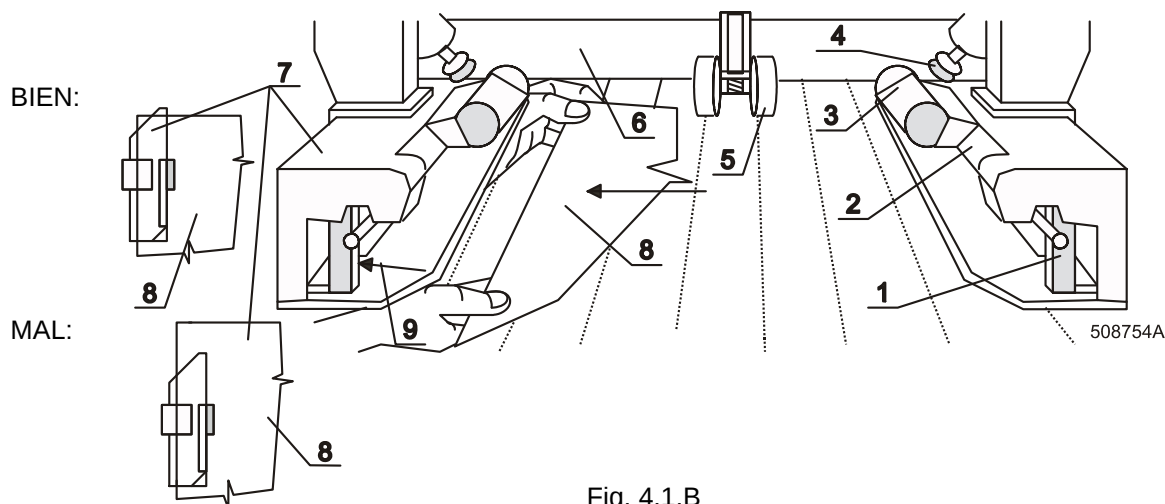

Fig. 4.1.B
Si la máquina está preparada para la introducción de la ropa, el botón verde Fig. 4.1.A está encendido. Introduzca las puntas de los cantos de la ropa, Fig. 4.1.B, pos. 8 en los sujetadores (7) de tal manera que el canto delantero de la ropa no sobrepase la arista trasera de los sujetadores (7) y a la vez, con el la ropa ha desplazado la chaveta (1) en el sentido de la flecha indicadora (9) - y así las abrazaderas (2) apretarán la ropa. Luego pulse el botón 4, Fig. 4.1.A. Los sujetadores (7) la ropa extenderán por medio de los cepillos móviles y poleas de contrapresión (5).
SI EL BOTÓN VERDE (FIG. 4.1.A, POS.4) NO ESTÁ ENCENDIDO O NO CENTELLEA, NO TOQUE EN EL ESPACIO DE ALREDEDOR DE LOS SUJETADORES (FIG. 4.1.B, POS. 7).
En caso de pulsar el botón, Fig. 4.1.A, pos. 4, sin que estuviera la ropa en los sujetadores, entonces espere, hasta que los sujetadores vuelvan a su posición inicial.
Mediante el botón "O" es posible seleccionar la introducción de la ropa automática o hecha a mano. Al seleccionar el doblamiento hecho a mano, los sujetadores llegarán a las posiciones finales y el botón, Fig. 4.1.A, pos. 4 se apagará - la máquina está preparada para la introducción hecha a mano.
- Sin embargo, si la ropa ya estuviera cogida dentro de la máquina, entonces es posible parar la máquina por el empuje del listón de protección, Fig. 4.1.B, pos. 6, y pulsando el botón "J" arrancar la marcha atrás y con cuidado sacar la ropa. Esta operación puede hacerse sólo por un tiempo necesario para sacar la ropa, y por eso, está limitada por el tiempo de algunos segundos! En caso de que se necesite un tiempo prolongado de la marcha atrás, entonces hay que pulsar el botón de marcha atrás repetidamente. Luego, mediante el botón "I" es necesario volver a arrancar la marcha normal.